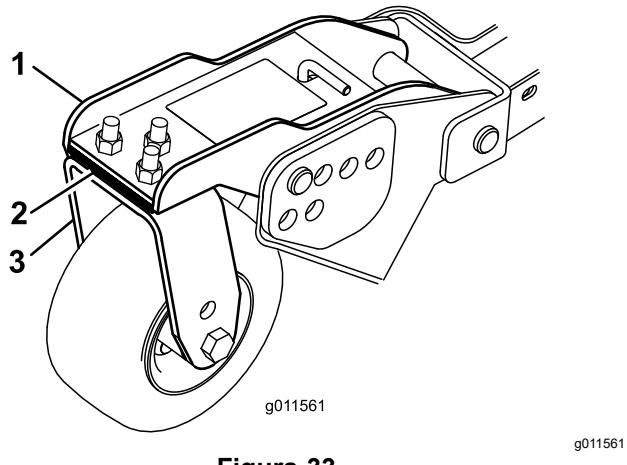

Figura 33
- Regolate gli spessori (3 mm) sul braccio (o bracci) della ruota orientabile anteriore (o ruote) finché l'altezza di taglio non corrisponde al valore riportato sull'adesivo (Figura 33).
- Se il bordo interno dell'apparato di taglio laterale è troppo alto rispetto al bordo esterno dell'apparato di taglio anteriore, togliete uno spessore dalla base del braccio della ruota orientabile anteriore interna dell'apparato di taglio laterale (Figura 33).